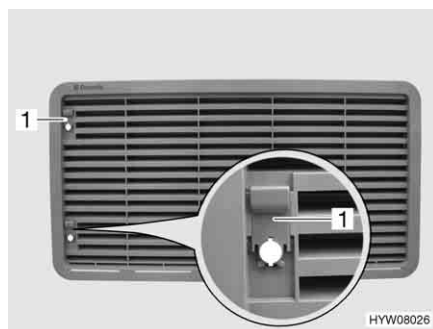

Fig. 98 Griglia di aerazione del frigorifero (Dometic grande)
- Spingere il chiavistello (Fig. 98,1) verso l'alto.